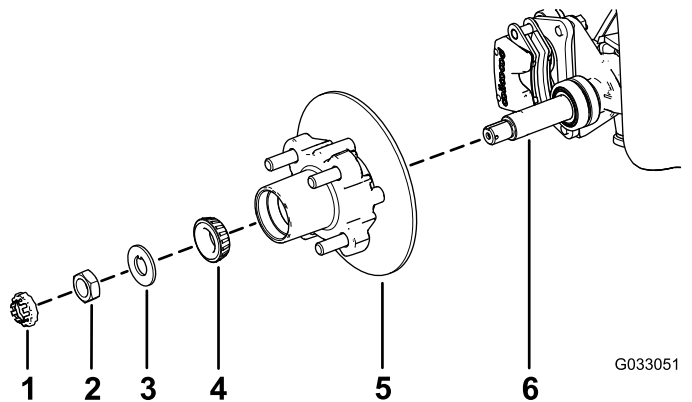

Figura 27
1. Aplique uma leve camada do lubrificante especificado no eixo (Figura 27).
2. Monte o cubo e o rotor no eixo com o rotor interior (Figura 27).
3. Monte o rolamento exterior no eixo e coloque o rolamento na correia exterior (Figura 27).
4. Monte a anilha com patilha no eixo (Figura 27).
5. Enrosque a porca do eixo no eixo e aperte a porca com 15 N·m, enquanto roda o cubo para assentar o rolamento (Figura 27).
2. Alinhe as pastilhas dos travões com cada lado do rotor (Figura 23) e os orifícios no suporte da pinça com os orifícios na montagem dos travões da estrutura do eixo (Figura 27).